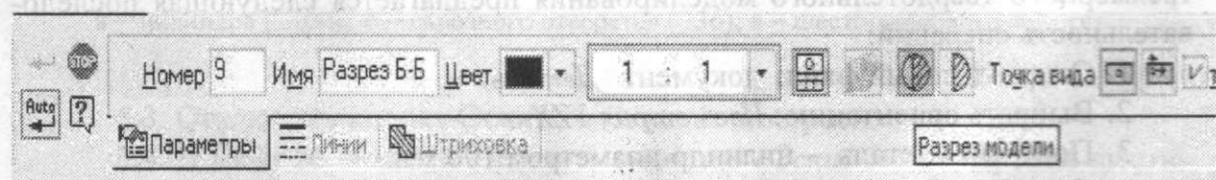

Рис. 55. Панель Свойств команды Разрез / Сечение
5. На Компактной панели выбирают кнопку Ассоциативные виды. При этом появляется панель Инструментов, на которой выбирают кнопку Разрез / Сечение с тремя вкладками: Параметры, Линии, Штриховка (рис. 55).